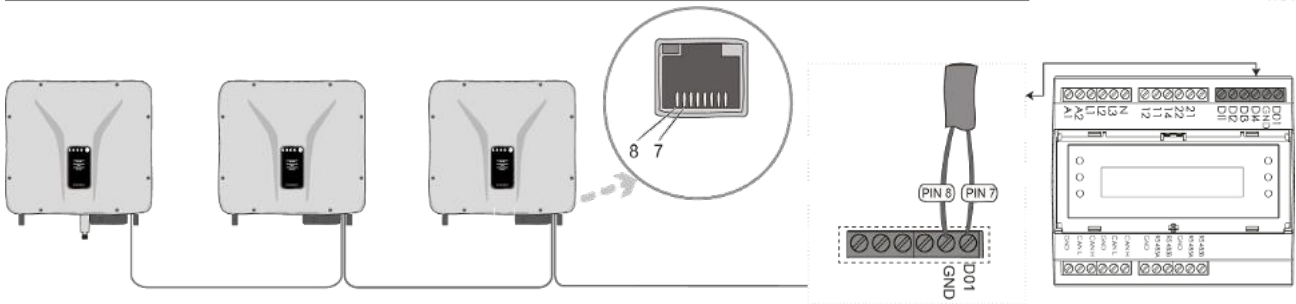

Abb. 47. Verbinden Sie das Netzwerkkabel mit dem Powador-protect
4. Isolieren Sie das andere Ende des Netzwerkkabels ab und Befestigen Sie den Kupferdraht an der entsprechenden Klemme am Smart-Meter. Schraubendreher-Typ: SL1.5, Anzugsmoment: 0,6 Nm (siehe Abb. 47).